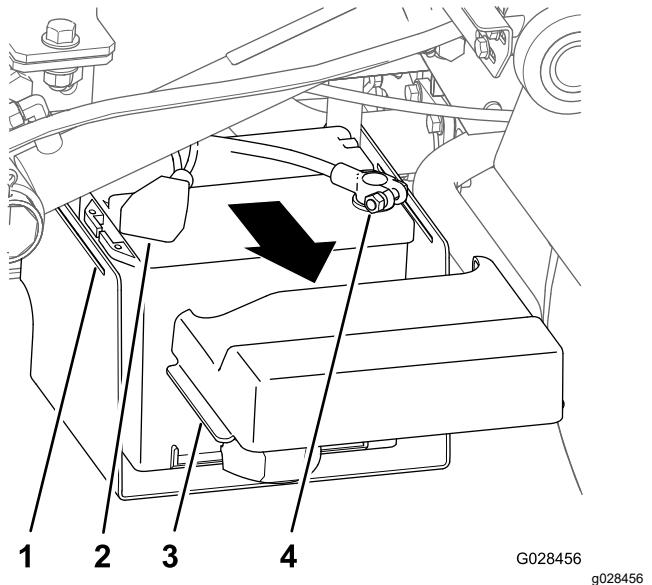

Figura 15
1. Aperte as partes laterais da tampa da bateria para soltar as patilhas da base da bateria e remova a tampa da base da bateria (Figura 15).
2. Deslize a tampa para trás e retire o terminal negativo da bateria (Figura 15).
3. Retire o terminal do cabo positivo da bateria da bateria (Figura 15).